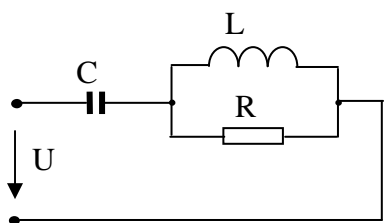

Рис. 2.5.13
2.5.13. В цепи имеет место резонанс напряжений, при этом ток в ветви с конденсатором емкостью $C=22$ мкФ был равен $I_C=10$ А. Определить параметры R и L элементов схемы (рисунок 2.5.13), если питание цепи осуществлялось от сети с напряжением U , изменяющимся с частотой $f=50$ Гц.